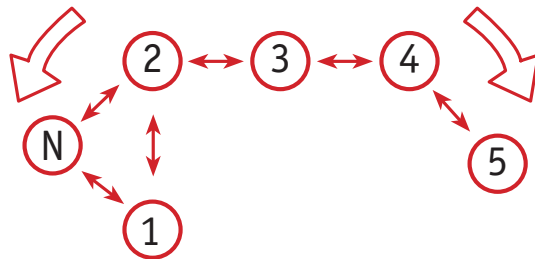

Рисунок 1. Положение рычага передач.
Мотоцикл имеет пять передач (рисунок 1). Рычаг переключения передач 6 (фото 24) находится на левой стороне двигателя. Первая передача включается вниз, остальные - вверх. Нейтральная передача находится между первой и второй передачами. Пожалуйста, проверьте этикетку на двигателе для определения правильного порядка переключения передач.
3. Нажмите на рычаг переключения передач вниз, в положение первой передачи (рисунок 1).